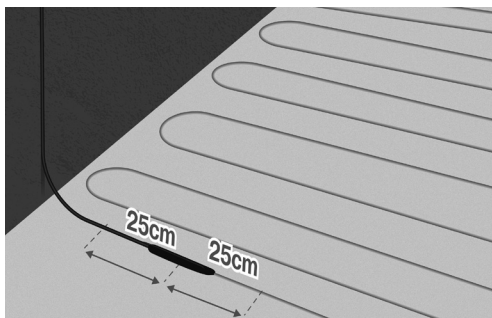

Abb. 9. Verlegen Sie das Kabel auf jeder Seite der Verbindung gerade
7. Die Kabel werden ca. 25 cm beiderseits der Verbindung zwischen Kaltkabel und Heizkabel befestigt, gemessen von der Mitte der Verbindung. Achten Sie darauf, so zu beginnen, dass das Kaltkabel den Thermostat erreichen kann. (Abb. 9).